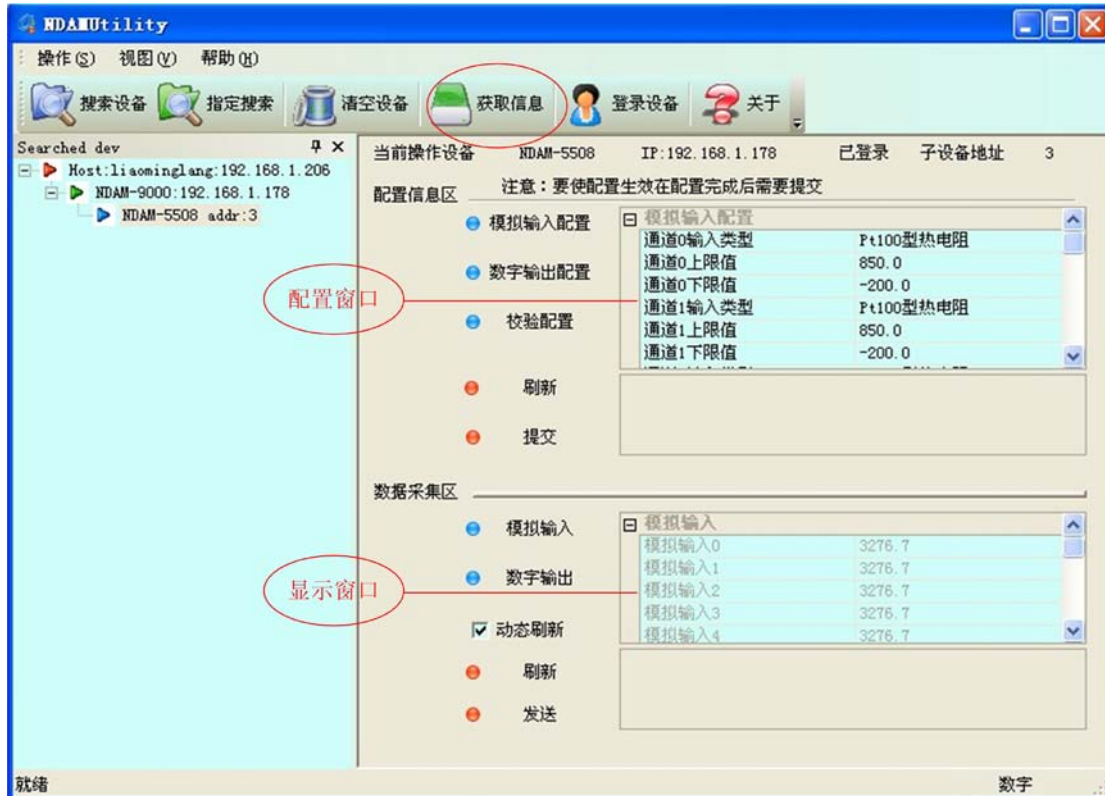

图 4.4 获取信息
- 4) 单击界面上的“获取信息”按钮，得到如图 4.4 所示界面。其中，“配置窗口”用于配置各输入通道的热电阻类型和测量范围，“显示窗口”用于显示各通道的测量结果。当显示结果为 3276.7 时，表示输入通道为断开状态或者测量温度值超限状态。